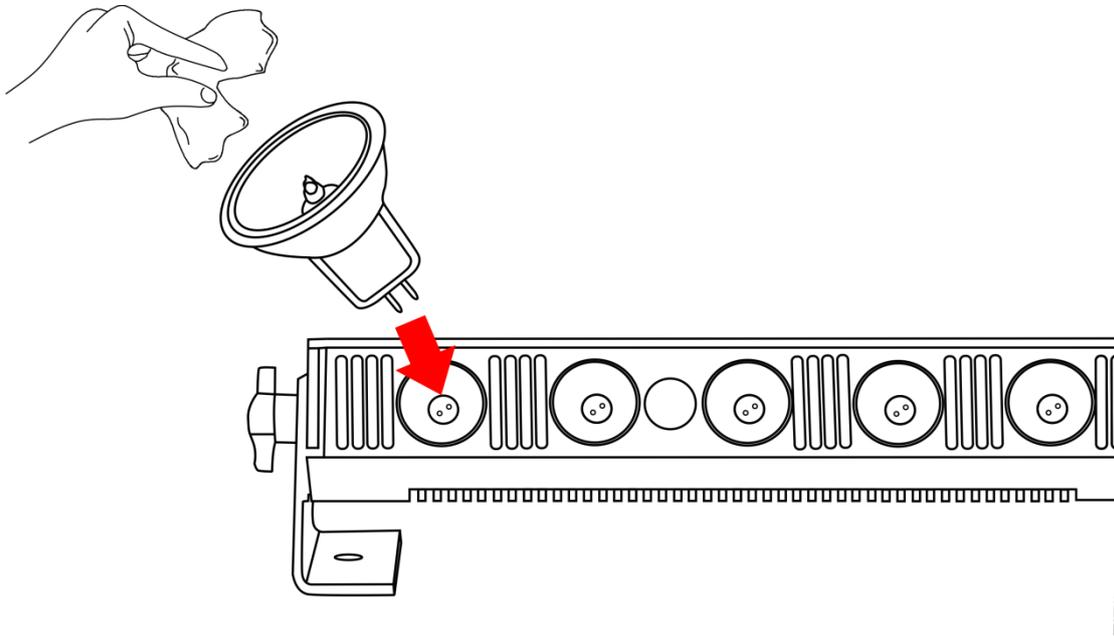

Fig. 02
- 03) Insert the lamps (Fig.02).